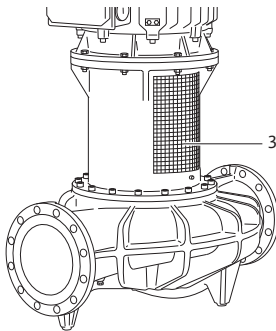

Fig. 38: Chapa de protecção do acoplamento montada
- Operar a bomba apenas com as chapas de protecção do acoplamento montadas (Fig. 38, pos. 3).